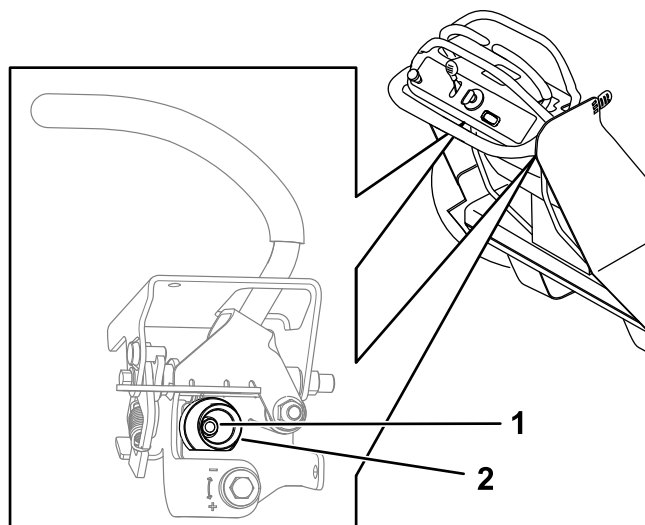

Figure 61
5. Desserrez l'écrou qui retient la came du levier de commande de déplacement que vous voulez régler (Figure 61).
6. Ajustez la came jusqu'à ce qu'elle s'aligne avec l'autre levier de commande de déplacement, puis serrez l'écrou de la came (Figure 61).